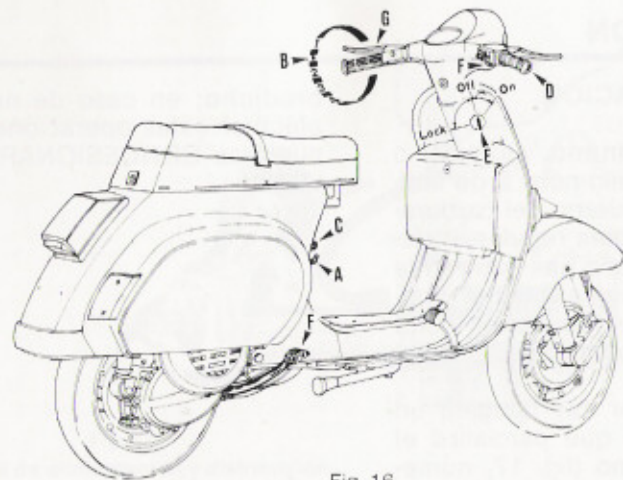

Fig. 16
- Actuar sobre la palanca del embrague, permaneciendo en esta posición hasta el arranque del vehículo (fig. adjunta) (2).
- Introducir la velocidad y arrancar (ver fig. 16).
Con el motor a régimen mínimo, apretar la palanca de embrague y girar el puño izquierdo a la posición de 1.^a velocidad (fig. 16). Soltar el embrague gradualmente dando gases hasta la salida (puño derecho del manillar).
Cortar gases, accionar la palanca de embrague y girar el puño del cambio a la posición de la marcha superior e inferior (fig. 16).